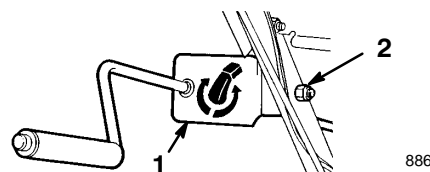

Figure 10
1. Fixez le support et la tige d'orientation de l'éjecteur du côté gauche du mancheron à l'aide d'un boulon à tête hexagonale et d'un l'écrou de blocage. Ne serrez pas encore l'écrou (Fig. 10).
5. Serrez l'écrou de fixation du support d'orientation de l'éjecteur (Fig. 10).